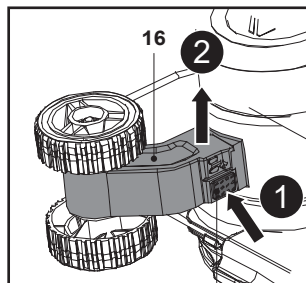

Fig. 3
2. Appuyer sur le bouton de déverrouillage (16a) et retirer la roue de coupe-bordures (16) du support de coupe-bordures (14a) (Fig. 3).